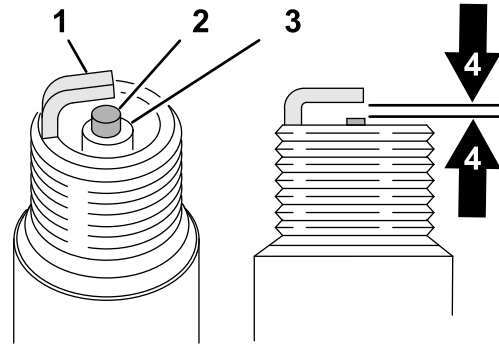

Figura 83
2. Ajuste la distancia (Figura 83) entre el electrodo central y el electrodo lateral a 0,76 mm (0,030").